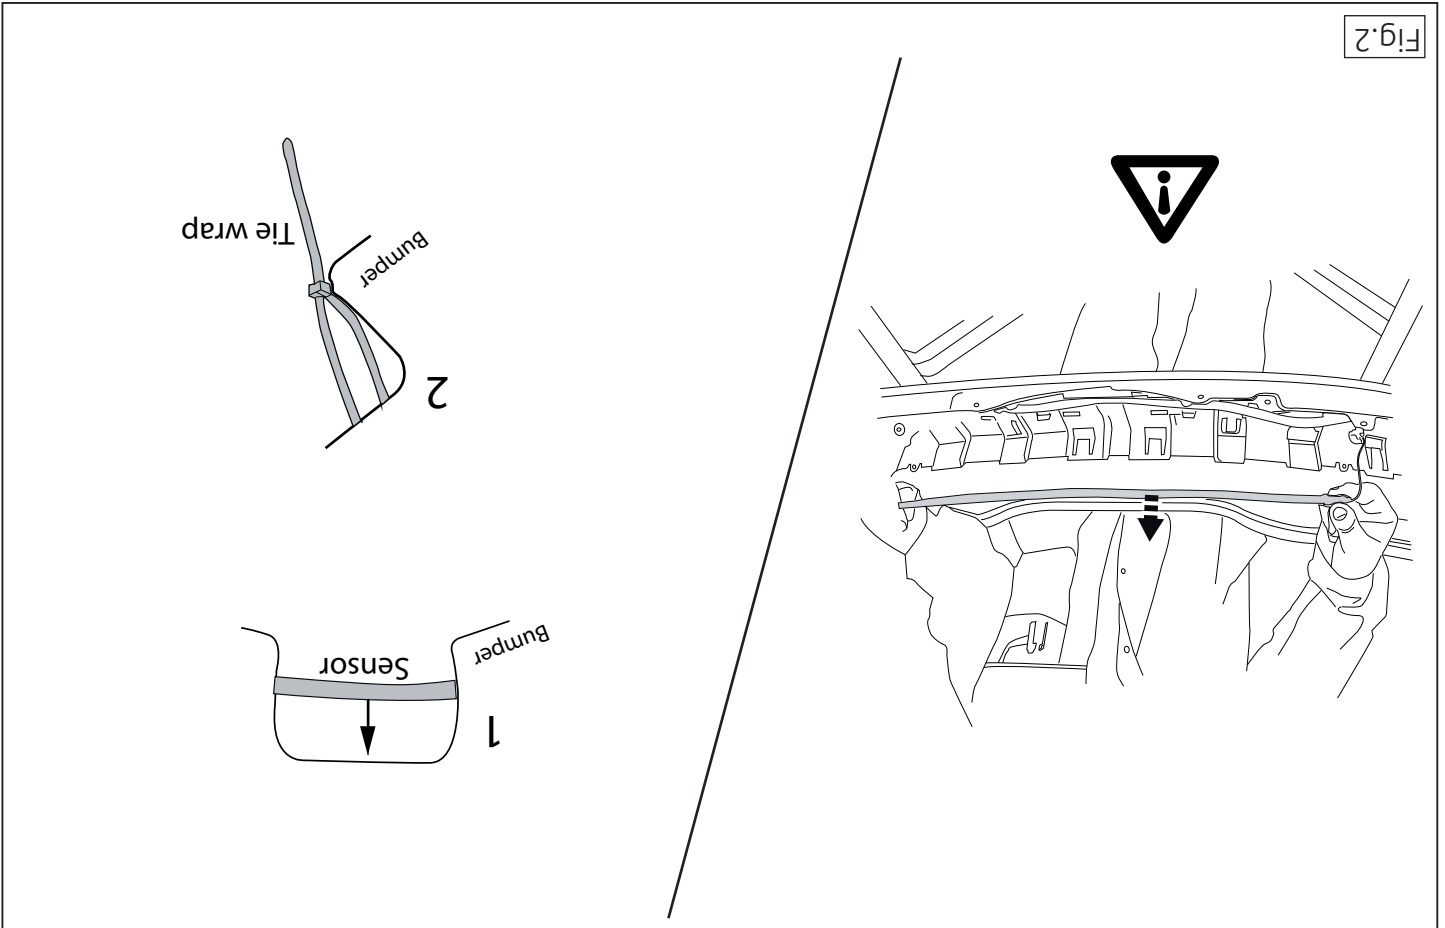

Fig.2
4. **Please note:** if present Remove the sensor. See figure 2
11. Fit the section removed + See figure 2.
4. **Achtung, wenn vorhanden:** Den Sensor abmontieren. Siehe Abbildung 2
11. Das Entfernte montieren + Siehe Abbildung 2
4. **Внимание, если имеются:** Демонтируйте парковочный датчик. См. рисунок 2
11. Установить снятые ранее детали + См. рисунок 2.